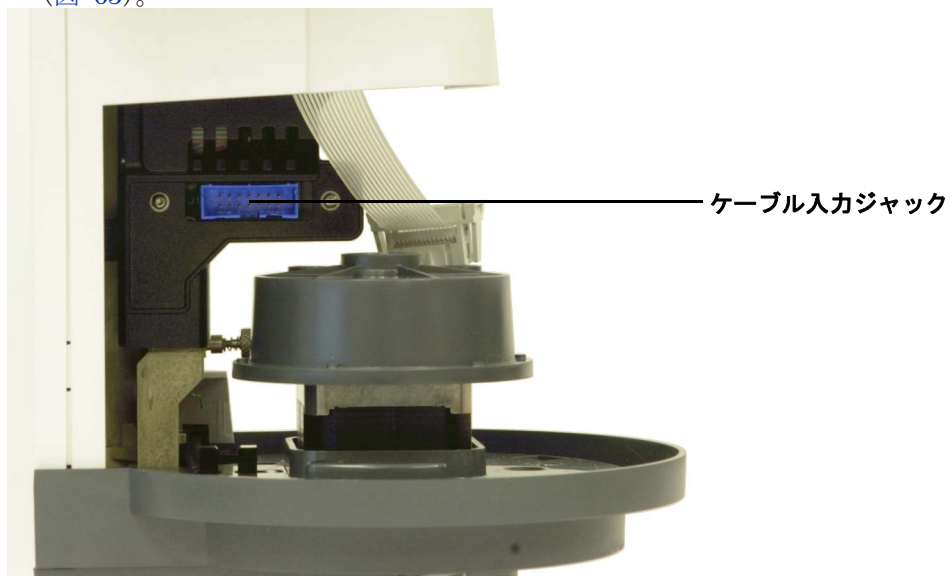

図 63 手が届くケーブル入力ジャックの位置
- 10 シリンジキャリアアセンブリを一番下までスライドさせて、タワーケーシングの下にあるアセンブリのケーブル入力ジャックに手が届くようにします (図 63)。